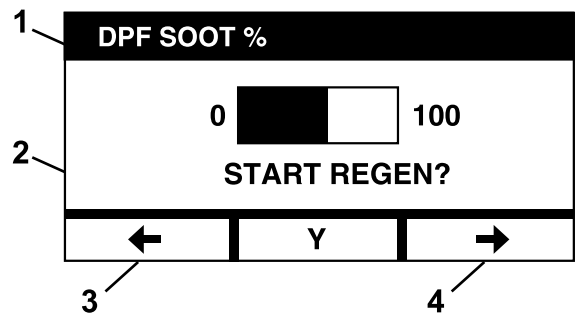

Bild 15
- Wählen Sie im Bildschirm „Start Regen“ [Regeneration starten] „Y“ [Ja], um den Regenerationsvorgang zu bestätigen (Bild 15).